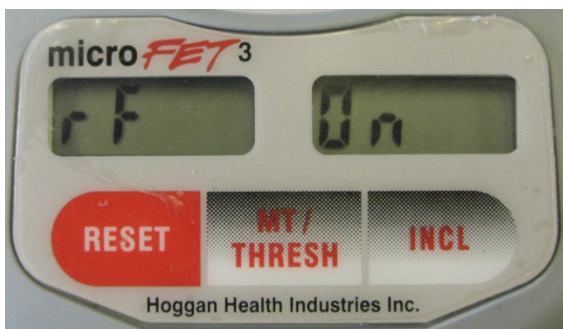

Figura 9. Ajuste del modo inalámbrico
- Para activar el modo inalámbrico, mantenga pulsado el botón MT/THRESH (Prueba muscular/Umbra) durante diez (10) segundos.
- El dispositivo pasará al modo de ajuste de la unidad de medida de fuerza después de cinco (5) segundos, mantenga pulsado el botón MT/THRESH (Prueba muscular/Umbra) hasta que la pantalla de visualización izquierda muestre “rF”, este es el menú de ajustes de alimentación inalámbrica (consulte la Figura 9).